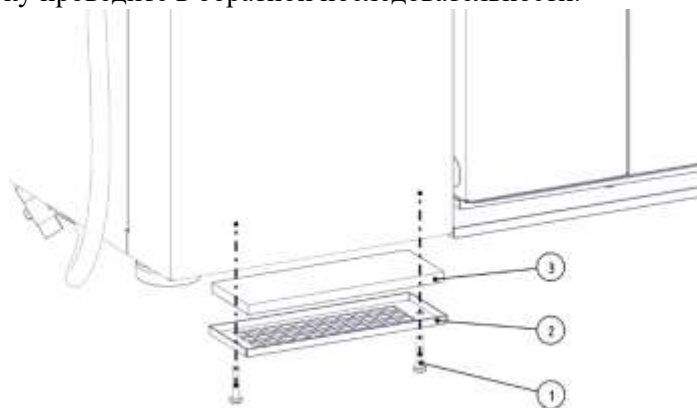

Рис. 41 – Замена фильтра воздушного
1. Снимите винты (поз.1, рис. 41) крепления крышки (поз.2, рис. 41);
2. Замените фильтр (поз.3, рис. 41);